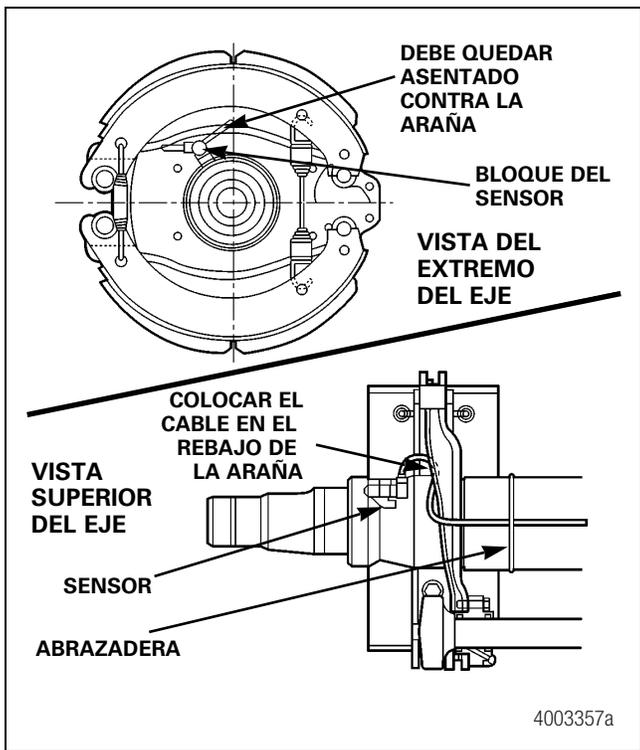

Figura 13.12
2. Encamine de la manera siguiente los cables del ABS en los ejes modelo TN y TQ equipados con frenos de levas sin agujero en la araña para ABS. Figura 13.12.